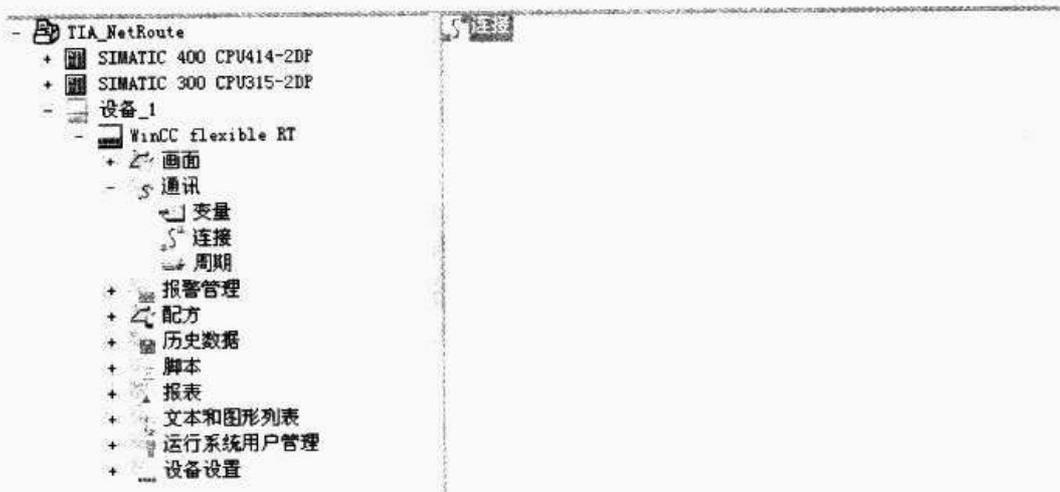

图 14-13 组态路由功能—打开“连接”编辑器
⑤ 回到 STEP 7 主界面, 选择 WinCC flexible RT 中的“连接”编辑器, 双击打开。如图 14-13 所示。